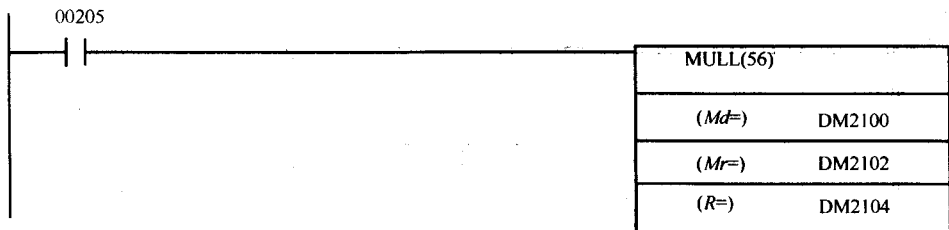

图 6-20 使用大于 14 位数的 CQM1 数学指令
加法和减法指令得到的结果位数与他们的操作数位数相同。乘法指令得到的结果位数为他们操作数位数的两倍。每个参数只可以输入一个地址，即使指令使用了大于 16 位的数据字作为操作数。如果操作数要求为大于 16 位的数，或者如果得到的结果大于 16 位，数学指令自动地把下一个顺序存储器的位置增添到指定的存储器位置。指令中指定的作为参数的地址会保存这个较大的数的低 16 位，高一位的地址保存高 16 位数字。图 6-20 显示了一个乘法 MULL(56) 指令。这个指令把两个 32 位 BCD 数（8 个十进制数）相乘，并产生一个 64 位的 BCD 数（16 个十进制数）。其中 8 位十进制数来自 DM2100（低四位数字）和 DM2101（高四位十进制数），而另外 8 位十进制数来自 DM2102 和 DM2103。相乘所得的 16 位十进制数结果保存到四个顺序的存储单元里：从 DM2104 到 DM2107 单元，其中 DM2104 保存低四位十进制数，DM2107 保存高四位十进制数。